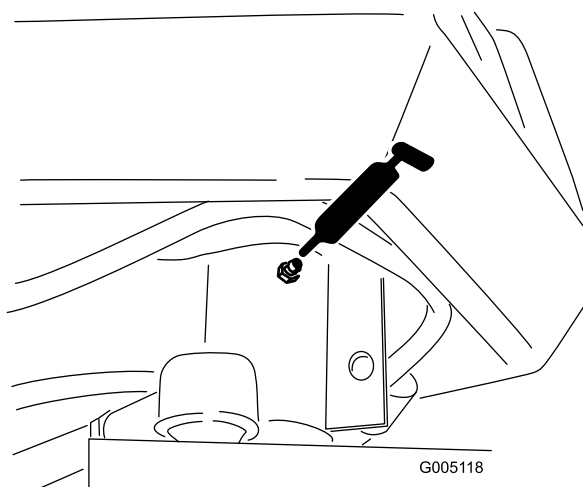

Figure 25
- Axe de fourche de direction (1) (Figure 25)